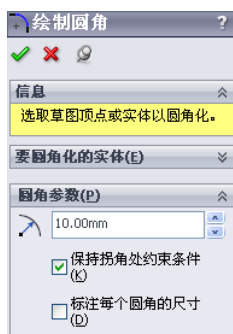
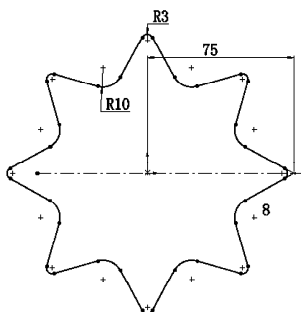

图 9-30 “绘制圆角”属性管理器
图 9-31 绘制圆角
(4) 选择“工具”→“草图工具”→“圆角”菜单命令，或者单击“草图”工具栏中的（绘制圆角）按钮，弹出“绘制圆角”属性管理器，输入圆角半径为“10”，如图 9-30 所示。单击（确定）按钮，结果如图 9-31 所示。
(5) 设置基准面。在左侧“FeatureManager 设计树”中用鼠标选择“基准面 1”，然后单击“前导视图”工具栏中的（正视于）按钮，将该基准面作为绘制图形的基准面。